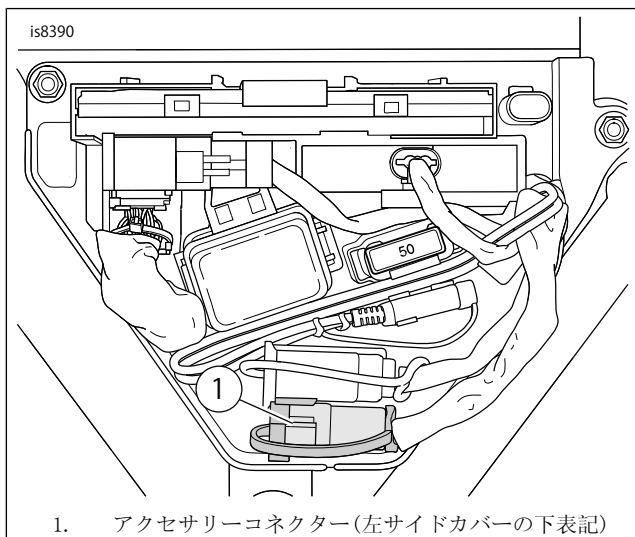

図2。アクセサリコネクタ
9. 「表1」および「図2」を参照してください。アクセサリコネクターの位置を確認してください。